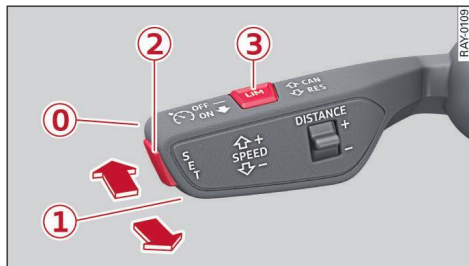

Fig. 112 Palanca de mando: Manejar el asistente de conducción adaptativo
- Para alargar unos segundos más o activar de nuevo el estado  **Disponible**, tire de la palanca hacia usted en la dirección de la flecha ⇒ *pág. 163, fig. 112*.